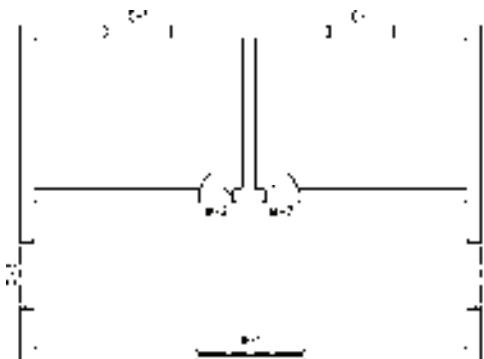

图 8-15 打开素材
1) 按〈Ctrl+O〉组合键, 打开配套光盘提供的“第 8 章/8.1.5 专业词库.dwg”素材文件, 结果如图 8-15 所示。